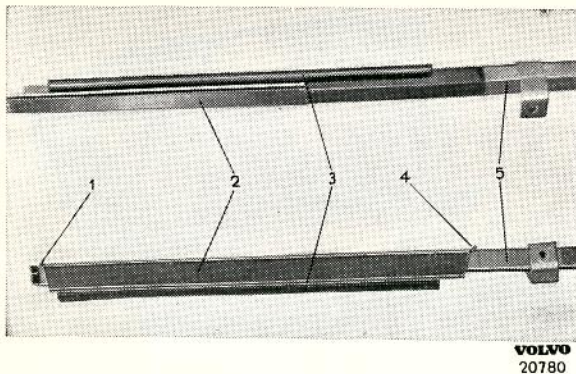

Bild 41. Tätningsslister
6. Tag bort överfallet (7) som håller medbringaren (8) vid hisskenan (6). För styrskenan framåt och lyft upp fönsterrutan.
7. Släpp efter på wirens spännanordning (9), genom att lossa muttrarna (10) till spänskruven för nedre bryttrissan. Lyft bort wire med kedja.
8. Vid behov borttages övre bryttrissa (3), nedre bryttrissa med sträckanordning (9) och själva hisshjulet (12) samt styrskenorna (2 och 5).
Tillse före montering av hissruta, att styrlister och tätningar är i fullgott skick. Slitna eller skadade sådana bytes ut. Gummitätningen för ventilationsfönstret i främre styrskenan, kan borttagas sedan man tagit bort de två spikarna (1 och 4, bild 41), genom att dra hållaren (2) från skenan (5). Ny tätning (3) monteras på så sätt, att tätningen lägges på styrskenan varefter hållaren skjutes på och spikarna drivas in.